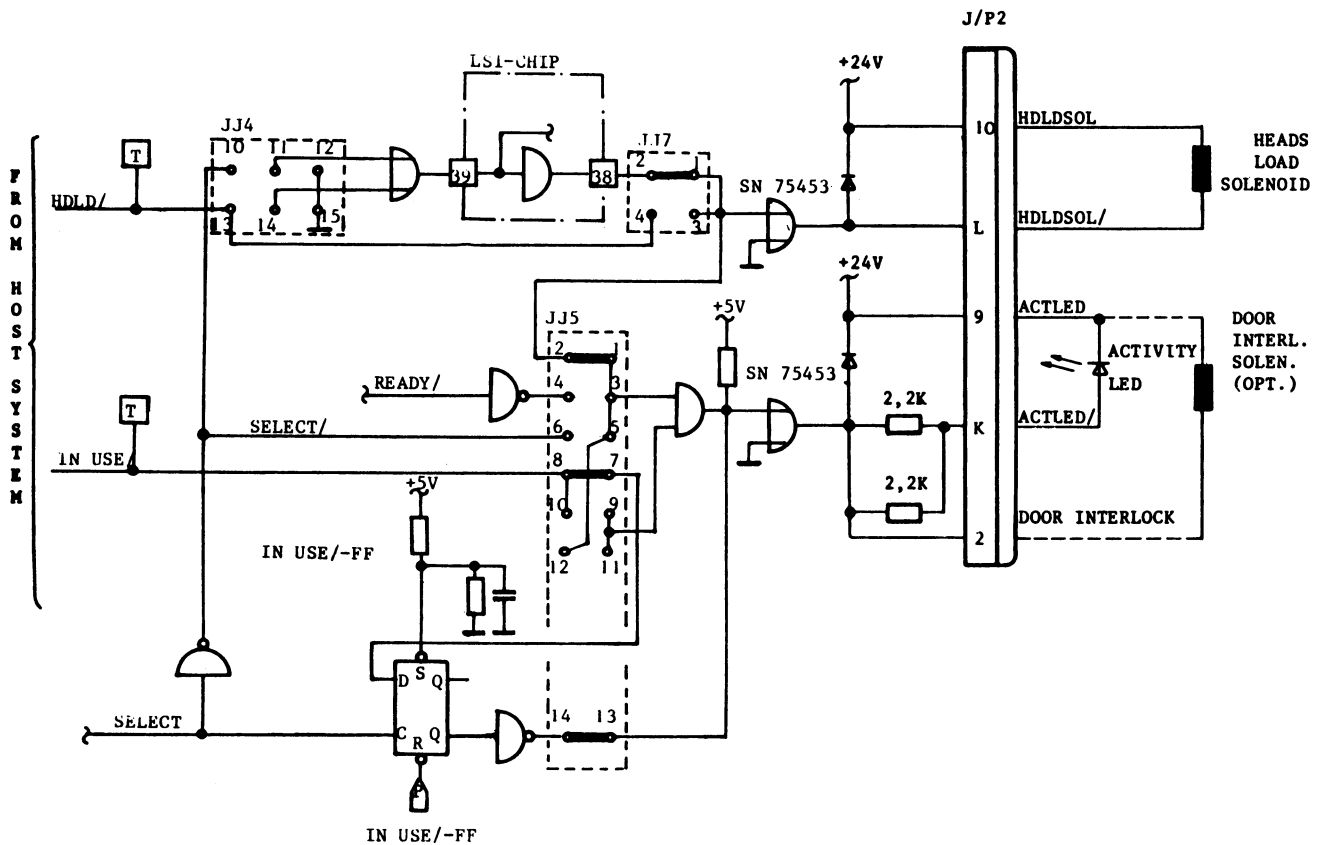

FIGURE 2 - 30. : HEADS LOAD , ACTIVITY-LED/DOOR LOCK DRIVERS
2.3.11. SIDE SELECT CIRCUITS (FIGURE 2 - 31)